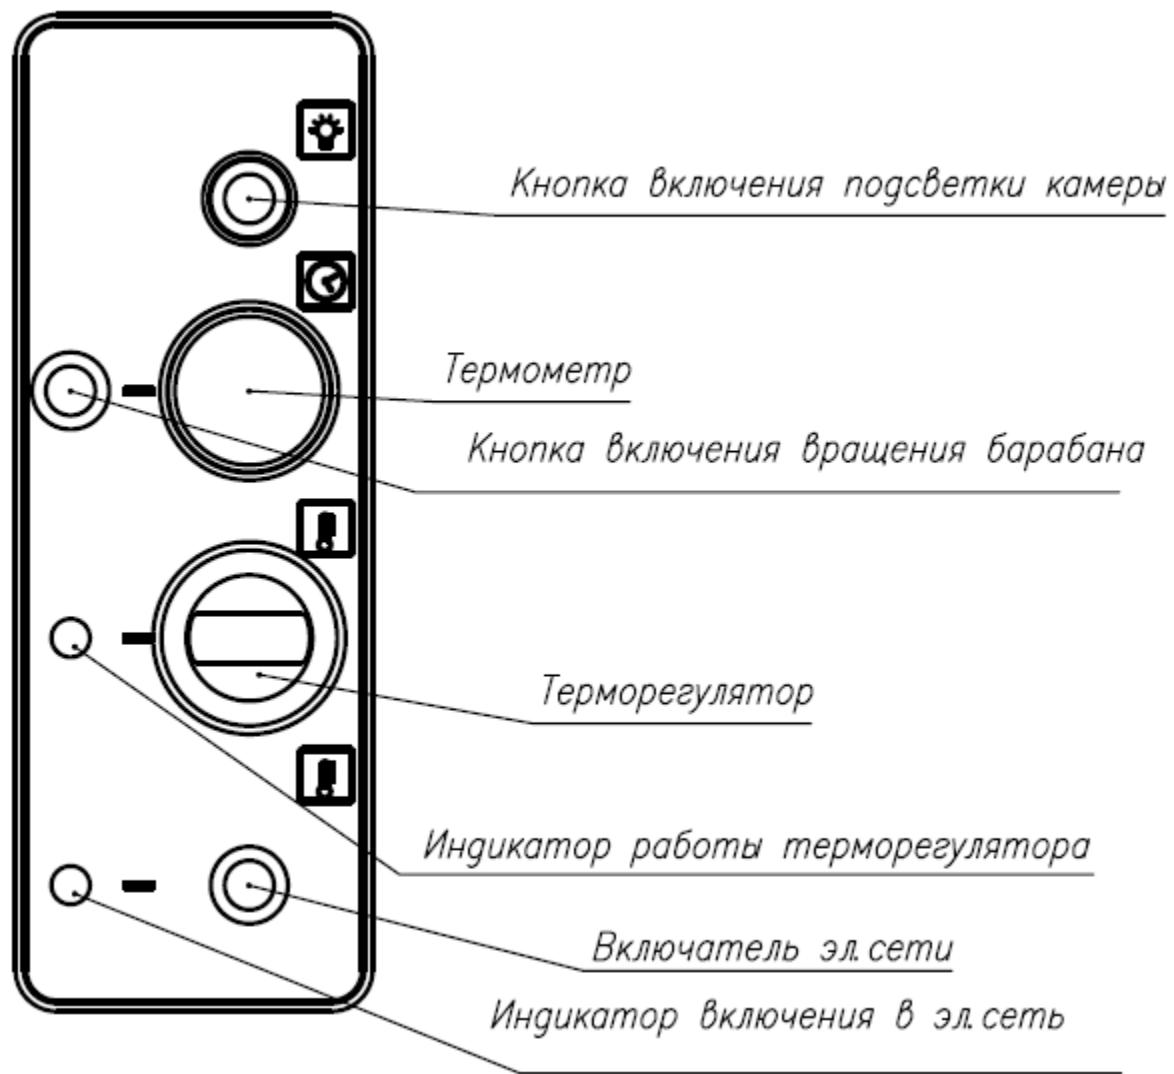

Рисунок 2
8.3. Нажать кнопку питания см. рис.2.
8.4. Включить освещение жарочной камеры гриля кнопкой, см. рис.2
8.6. Включить ТЭНЫ поворотом ручки терморегулятора по часовой стрелки до необходимой температуры рис.2. В процессе приготовления переключать необходимую температуру.
8.8. Включить вращение барабана при помощи кнопки на лицевой панели гриля слева рис.2.